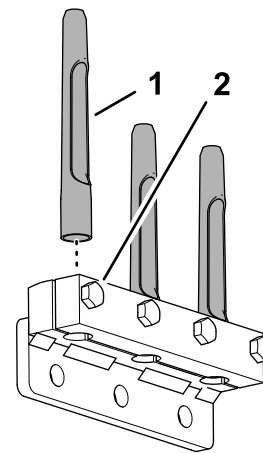

Figura 41
2. Monte os dentes no suporte de dentes e na barra de fixação dos dentes (Figura 41).